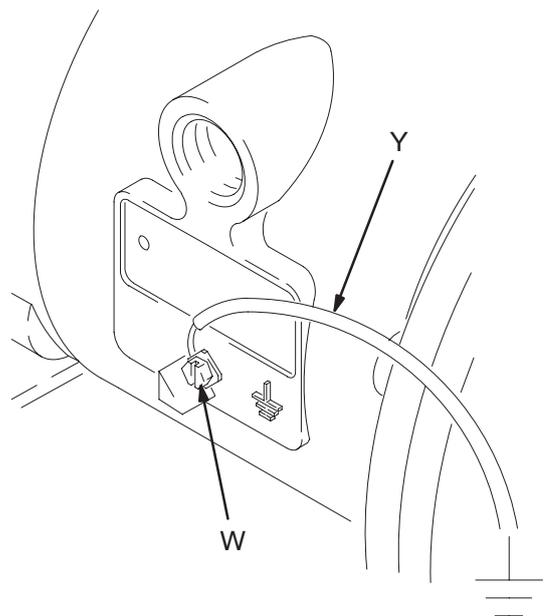

Abb. 1
- **Pumpe:** Ein Erdungskabel mit Klammer wie in Abb. 1 dargestellt anschließen. Die Erdungsschraube (W) lösen. Ein Ende eines mindestens 1,5 mm² dicken Erdungskabels (Y) hinter die Erdungsschraube schieben und die Schraube fest anziehen. Das Klammerende des Erdungskabels an einen echten Masseanschluss anschließen. Bestellen Sie die Artikel-Nr. 222011 (Erdungskabel mit Klammer).